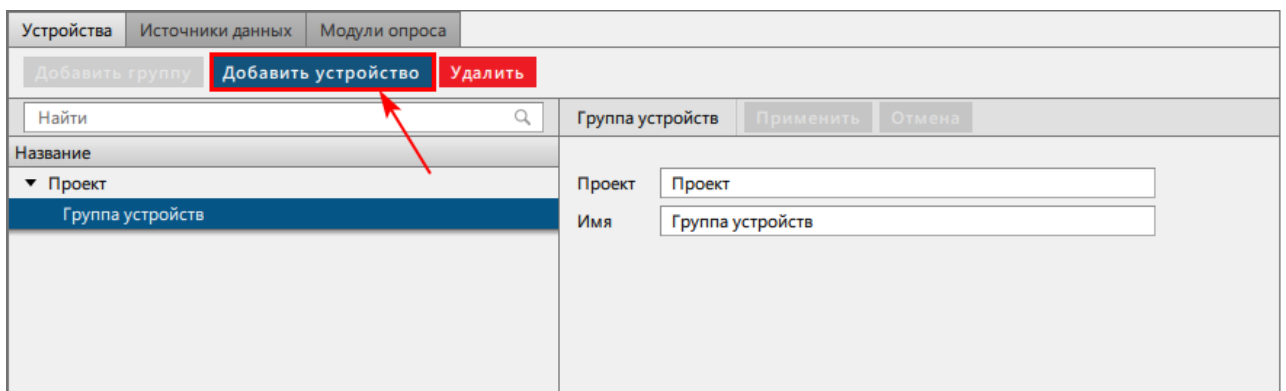

Рисунок 172 - Добавить устройство
- Добавьте устройство (Рисунок 172).